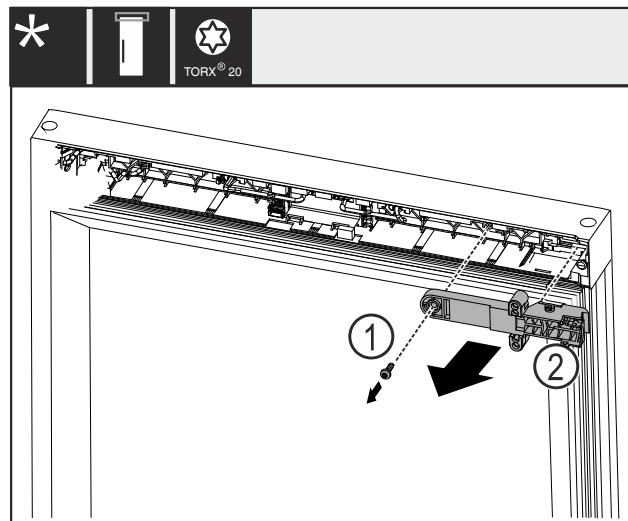

Fig. 22
- Izvadite vijak Fig. 22 (1).
- Skinite element za držanje brave Fig. 22 (2).